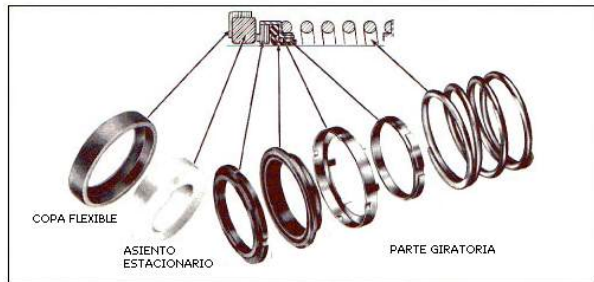

Figura 3
El sello mecánico (ver figura 3), es un producto de precisión y debe ser tratado como tal. Durante su desprendimiento se debe tener mucho cuidado al tomar cualquier parte del sello. Se debe tener particular cuidado de no rayar las caras lapeadas que asientan en la parte estacionaria del sello.
El sello mecánico (8) (ver figura 3), no puede ser instalado de una manera brusca, es necesario que la parte estacionaria del sello quede bien colocada en el adaptador y luego introducir la parte móvil con mucho cuidado.